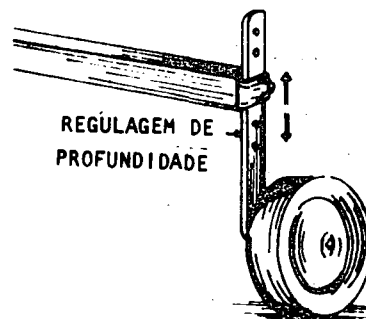

Fig. 2
- b Regule a profundidade com a alavanca do sistema hidráulico, ou com as rodas laterais, enquanto sulca os primeiros metros (fig.2).